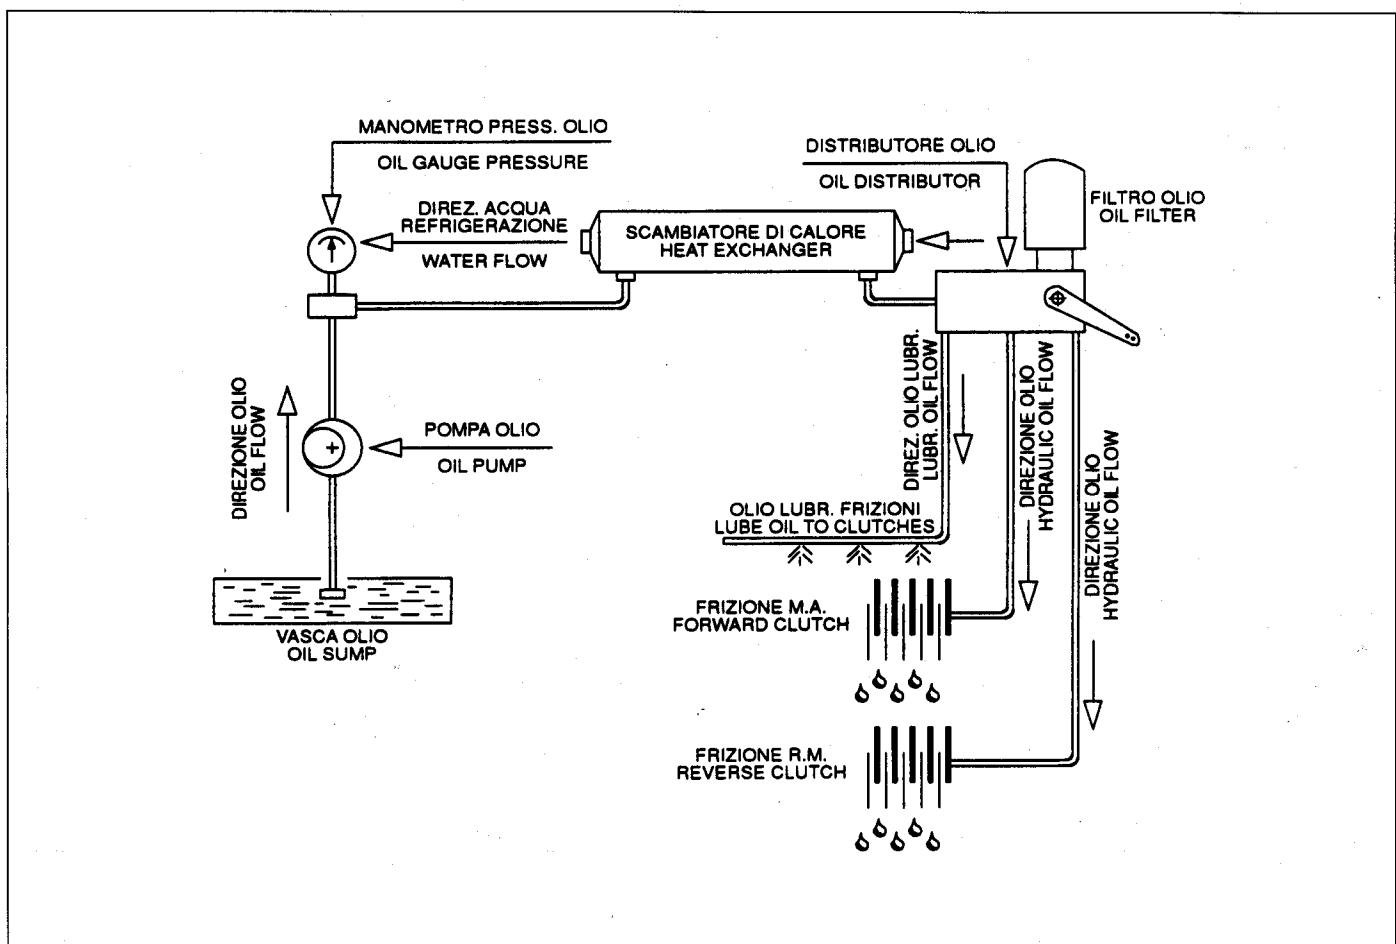

Fig. 4
- **Impianto idraulico:** l'olio è aspirato dalla pompa, viene raffreddato attraverso lo scambiatore di calore e mandato al distributore. Nel distributore è presente una valvola regolatrice di pressione che riduce la pressione della pompa dell'olio per la lubrificazione dei cuscinetti e delle frizioni; l'olio in bassa pressione, prima di arrivare alle utenze viene raffreddato mediante lo scambiatore di calore. L'olio, alla pressione della pompa, è utilizzato per il comando delle frizioni. La deviazione dell'olio è ottenuta con il distributore. La valvola regolatrice di pressione assicura lo scarico dell'olio nella carcassa in caso di sovrappressione del circuito (Fig. 4).
- **Hydraulic circuit:** oil from pump section is first cooled by the oil cooler then directed to the distributor where a regulation valve is placed. It reduces pressure from the delivery pressure of pump to the bearings and clutches lubrication valve. Low pressure oil is cooled by the oil-cooler before going to use. High pressure oil is used to engage the clutches. Oil for deviation is obtained acting on the selector valve. The regulation valve assures the oil discharge to sump in case of circuit overpressure (Fig. 4).